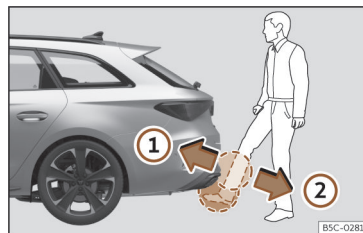

Fig. 85 Porta da bagageira com abertura controlada por sensor (Easy Open)
- Com um movimento rápido, aproxime o pé e a parte inferior da perna o mais possível ao para-choques. A parte inferior da perna tem que aproximar-se da zona do sensor superior, e o pé da zona do sensor inferior >>> Fig. 85
①.
- Retire rapidamente o pé e a parte inferior da perna das zonas dos sensores >>> **Fig. 85 ②**. A porta da bagageira abre-se automaticamente.